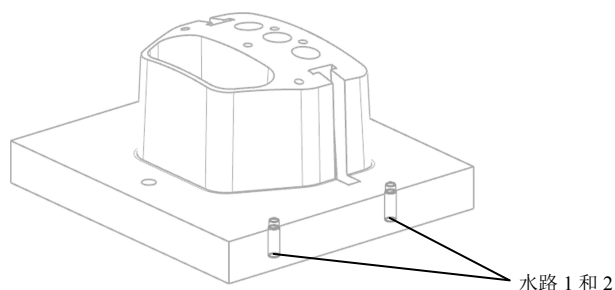

图 16-65 创建水路 1 和 2
(3) 单击“冷却标准件库”按钮，在“重用库”的“名称”区域选取“Water”，在“成员选择”列表选取“COOLING HOLE”，在【冷却组件设计】对话框中对“父”选取 core-1，“位置”选取 PLANE，“引用集”选取 TURE，“PIPE_THREAD”选取 M8，“HOLE_1_DEPTH”设为 20mm，“HOLE_2_DEPTH”设为 25mm，选取底面为水路的放置面。
(4) 单击“应用”按钮，在【标准件位置】对话框中把“X 偏置”设为-95mm，“Y 偏置”设为-50mm。
(5) 单击“确定”按钮，创建第一条水路。
(6) 将“X 偏置”设为-95mm，“Y 偏置”设为 50mm，创建第二条水路，如图 16-65 所示。